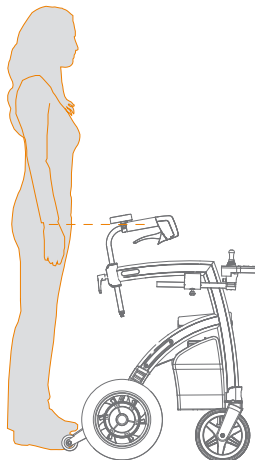

Figura 18: Determinare l'altezza corretta.
L'impostazione dell'altezza corretta (**Figura 18**) è fondamentale per un utilizzo ottimale del Rollz Motion Electric. L'altezza può essere una scelta tra le posizioni minime e massime. In questo modo Rollz Motion Electric può essere facilmente adattato alle esigenze individuali.
- a. Per determinare l'altezza corretta, stare tra le maniglie Rollz Motion Electric con le braccia appese vicino al corpo. Le maniglie devono essere all'altezza delle maniglie (**Figura 18**).